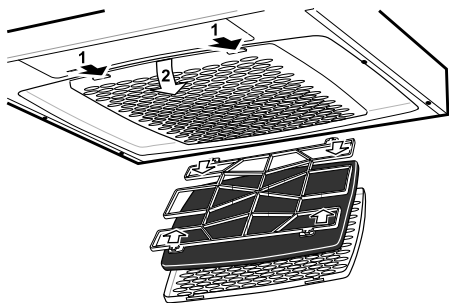

Fig. 17
2. Demonter filteret og ta ut filterduken ved å løse filterholderen, Fig. 17.